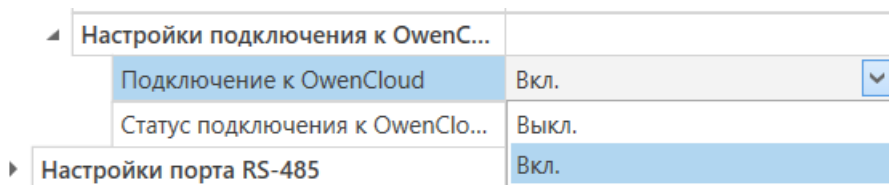

Рисунок 7.5 – Настройка автоматического подключения к облачному сервису
2. Задать значение «Вкл.» в параметре «Подключение к OwenCloud» (рисунок 7.5).